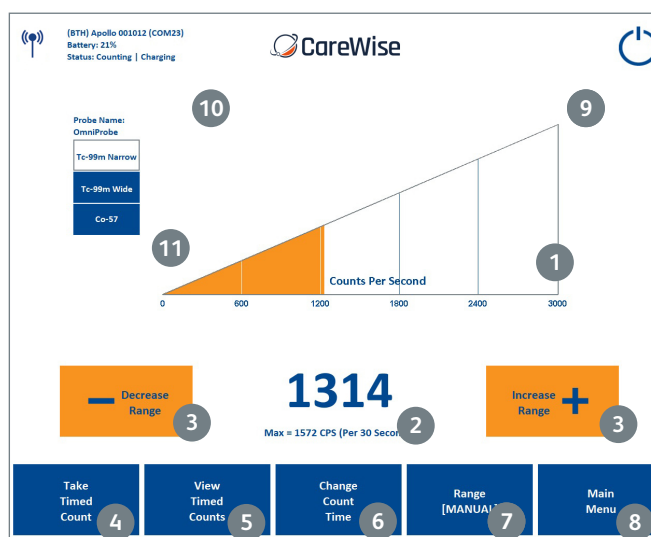

Abbildung 4 – Zählbildschirm mit Keildiagramm
Der erste Bildschirm, der beim Gerätstart angezeigt wird, ist der Zählbildschirm, der eine Rückmeldung über die von der Sonde erfasste Strahlungsmenge anzeigt [Abbildung 4]. Die Funktionen dieses Moduls werden nachfolgend beschrieben. Für Details siehe Abb. 4 und die Positionsnummern.
(1) Strahlungsanzeige
- Es gibt drei Versionen der STRAHLUNGSANZEIGE. Die Standardanzeige (Abbildung 4) zeigt eine keilförmige Fläche, die die Menge der erfassten Strahlung angibt. Die anderen beiden Versionen der STRAHLUNGSANZEIGE sind eine analoge Anzeige und ein Histogramm der registrierten Impulse pro Sekunde. Siehe Abbildung 5 und 6.
Abbildung 4 (gleich wie auf Seite 8) – Zählbildschirm mit Keildiagramm und hervorgehobenem Fenster „Surgical Information“ (chirurgische Informationen) (Sondeninformationen und Einstellungen für das Isotopfenster)